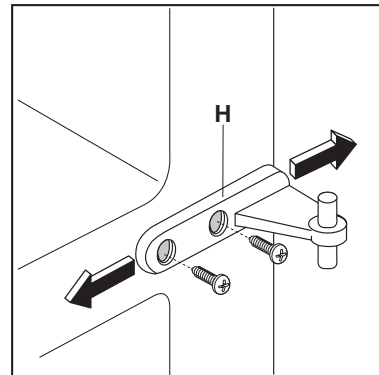

Abb.2
- Untere Tür vom mittleren Scharnier (H) abnehmen (Abb.2).
- Mittleres Scharnier (H) abschrauben (Abb.2).